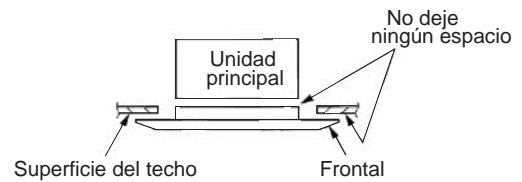

Fig. 9-17
- En este momento, compruebe que no haya espacio entre la unidad y el frontal de la cassette y la superficie del techo. (Fig. 9-17)